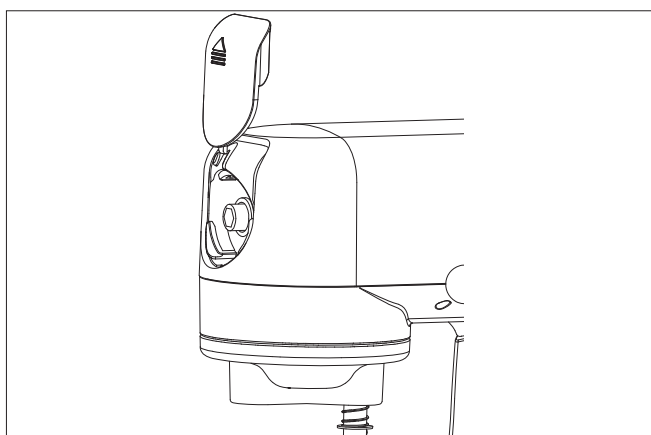

Fig. 13 – Retirer le cache
3. Faites glisser le couvercle du raccordement du hachoir (voir Fig. 13) vers le haut et mettez le couvercle de côté dans un endroit sûr.